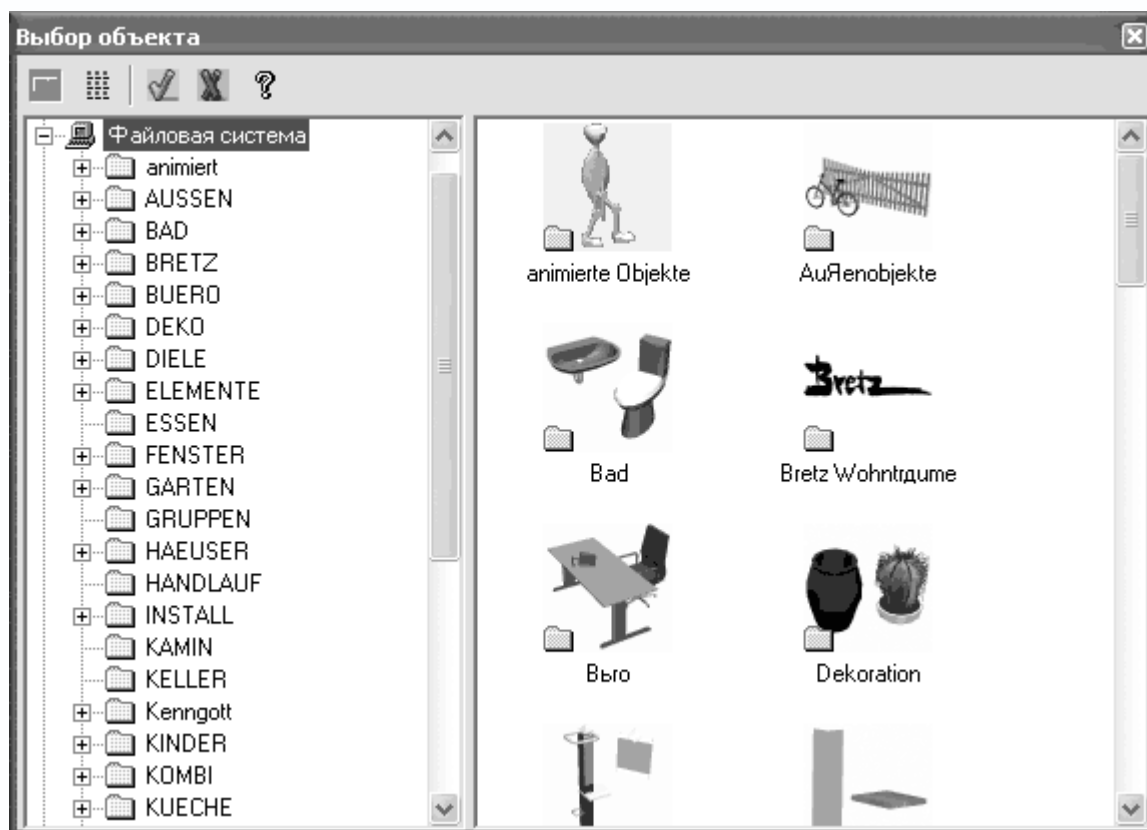

Рис. 1.29. Добавление объектов интерьера и экстерьера в режиме конструирования
– позволяет вставлять различные объекты из каталога объектов ArCon в план в режиме конструирования. Ранее добавление объектов интерьера и экстерьера было возможно только в режиме дизайна. Для вставки объекта нажмите кнопку и установите объект на плане, щелкнув в нужном месте кнопкой мыши. Для выбора объекта, который нужно вставить, щелкните правой кнопкой мыши на данной кнопке – появится окно Выбор объекта (рис. 1.29), где нужно указать необходимый объект.